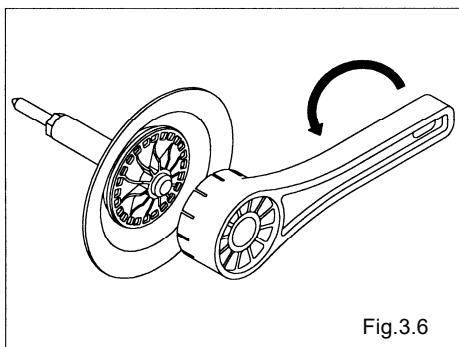

Fig.3.6
- Retire el disco central con SuPaNa (21 mm) y quite el diafragma, el disco central y la junta tórica (PC, PT) del pistón central. (tipo AD-10P_) [Fig. 3.6]
- Retire el disco central con la herramienta suministrada (herramienta especializada: pieza N° 771244) y quite el diafragma, el disco central y la junta tórica (tipo _T) del pistón central. (tipos AD-25P_ , AD-25V_) [Fig. 3.6]
- Retire el disco central con la llave PP (herramienta especializada: pieza N° 771868) y quite el diafragma, el disco central y la junta tórica (tipo _T) del pistón central. (tipos AD-40P_ , AD-50P_ y AD-50V_) [Fig. 3.6]